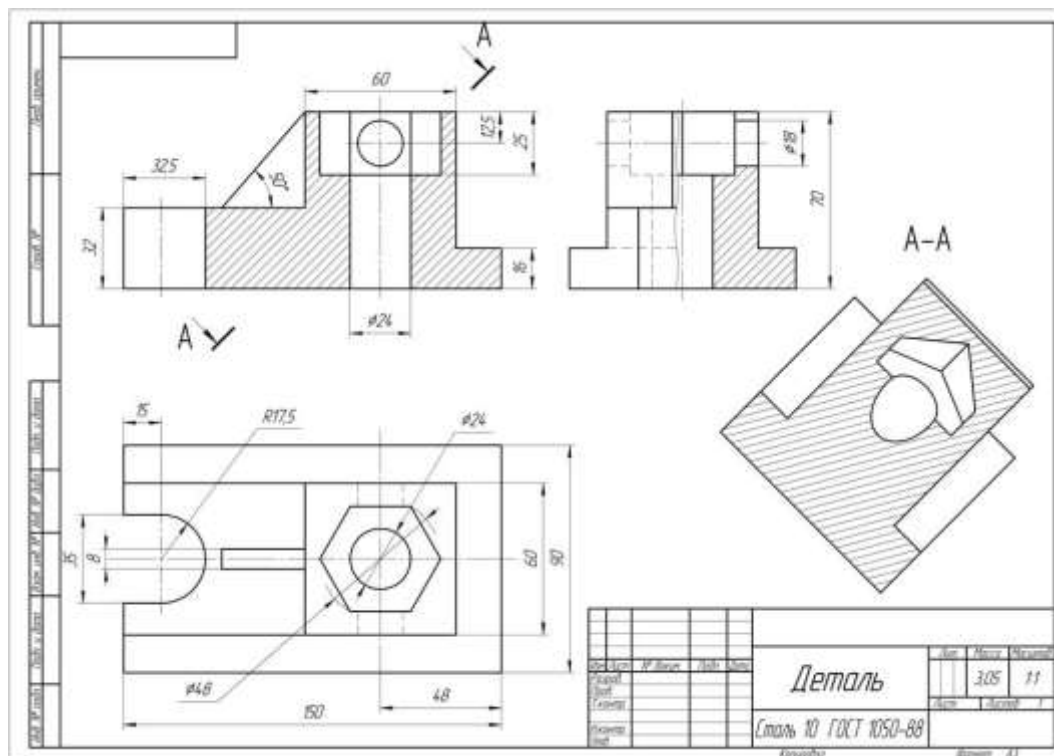

Рисунок 42 – Пример оформления работы
7. Нанести выносные, размерные линии и размерные числа в соответствии с ГОСТ 2.307–68, рис.42.